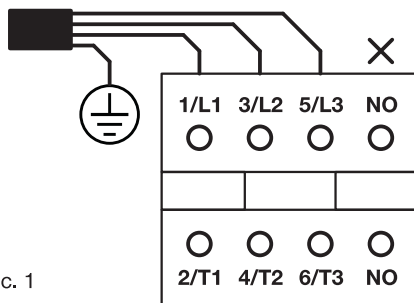

Рис. 1
- Для питания компрессора с 3-х фазным подключением к сети 400 В в монтажной коробке пускателя компрессора следует подвести 3 фазных провода и подключить их к соответствующим 3-м входным клеммам 1/L1, 3/L2 и 5/L3. При этом нейтральный провод («ноль», «нейтраль») подключать не следует. Кабель заземления (GND, «земля») следует подключить к соответствующей клемме на корпусе монтажной коробки пускателя компрессора. (см. рис. 1 «Подключение»)